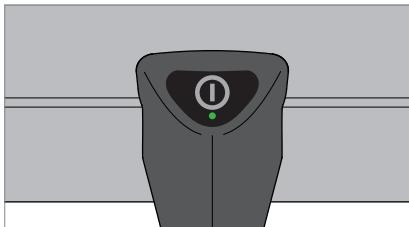

Fig. 6: Knop.
- ▶ Druk op de knop, zie Fig. 6.
- ▶ Druk op de knop en houd deze gedrukt, zie Fig. 6.